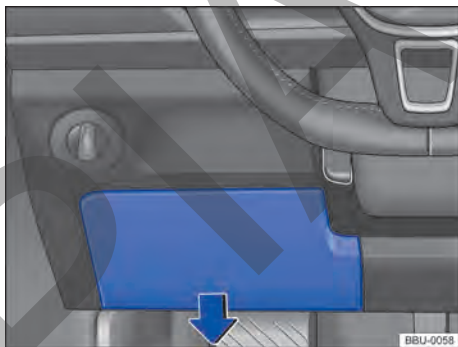

Fig. 157 En el lado izquierdo, junto al volante: tapa de la caja de fusibles del tablero de instrumentos.
- Retire la cubierta tirando hacia abajo, en el sentido de la flecha → fig. 157.
- Para *montarla*, presione la tapa en los alojamientos del tablero de instrumentos en el sentido contrario al de la flecha hasta que encastre de forma audible → fig. 157.